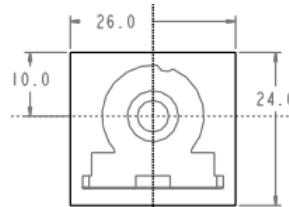

图 14.5 截面草图
(1) 选择命令。单击模具功能选项卡形状区域中的_{拉伸}按钮。
(2) 创建实体拉伸特征。
① 选取拉伸类型。在出现的操控板中, 确认“实体”类型按钮被按下。
② 定义草绘截面放置属性。在绘图区中右击, 从系统弹出的快捷菜单中选择_{定义内部草绘...}命令。选择MAIN_PARTING_PLN基准平面作为草绘平面, 草绘平面的参考平面为MOLD_RIGHT基准平面, 方位为下, 单击_{草绘}按钮, 系统至此进入截面草绘环境。
③ 绘制截面草图。进入截面草绘环境后, 选取MOLD_FRONT基准平面和MOLD_RIGHT基准平面为草绘参考, 截面草图如图14.5所示; 完成特征截面的绘制后, 单击“草绘”操控板中的“确定”按钮_✓。
④ 选取深度类型并输入深度值。在操控板中单击_{选项}按钮, 从系统弹出的界面中选取侧1的深度类型_上_{盲孔}, 再在深度文本框中输入深度值5.0, 并按回车键; 然后选取侧2的深度类型_上_{盲孔}, 再在深度文本框中输入深度值15.0, 并按回车键。